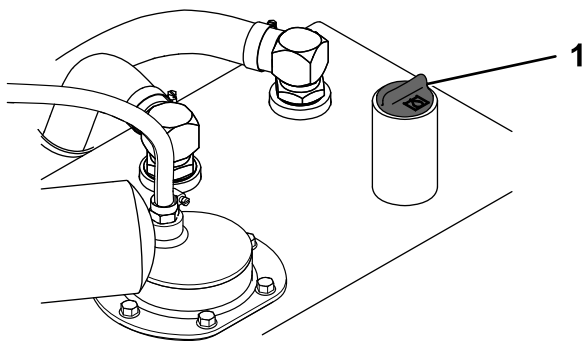

Рисунок 77
6. Очистите зону вокруг заливной горловины и крышки гидравлического бака (Рисунок 77).